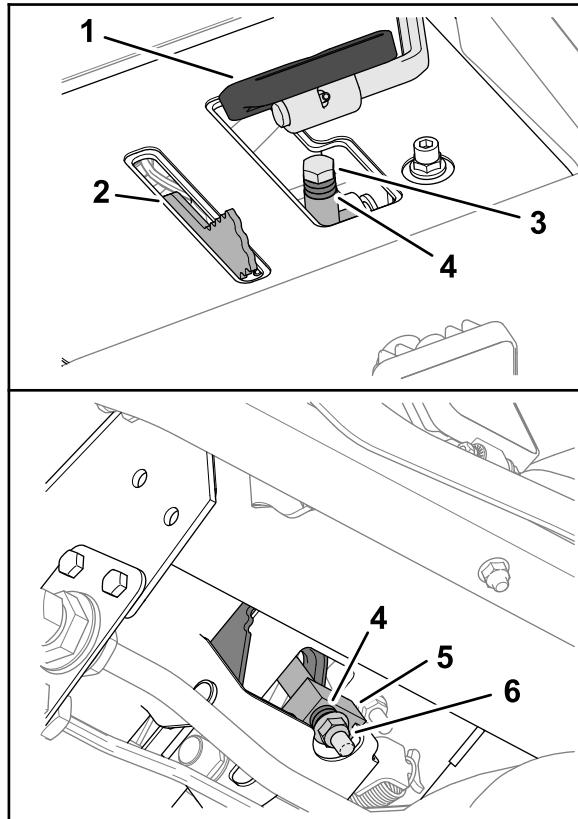

Figure 101
3. Sous la pédale de déplacement, retirez le boulon de butée et le contre-écrou à embase qui fixent les entretoises sur le bloc de butée de tonte (Figure 101).